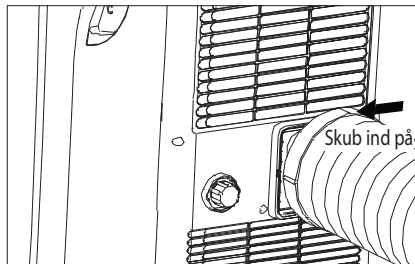

Fig. 7
4. Skub samlingen ind i enheden (fig. 7).